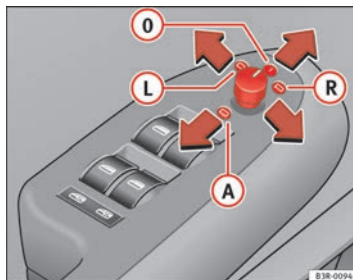

Fig. 105 Detalle del reposabrazos: Mando giratorio
- Gire el mando a la posición ⇒ fig. 105 **L** (retrovisor exterior del conductor) o a la posición **R** (retrovisor exterior del acompañante).
Al poner la marcha atrás, se inclina ligeramente hacia abajo la superficie del espejo, siempre que se haya conmutado a dicho retrovisor (mando giratorio en posición **R** $\Rightarrow$ página 139, fig. 105). Esto permite ver el bordillo al aparcarse el vehículo.